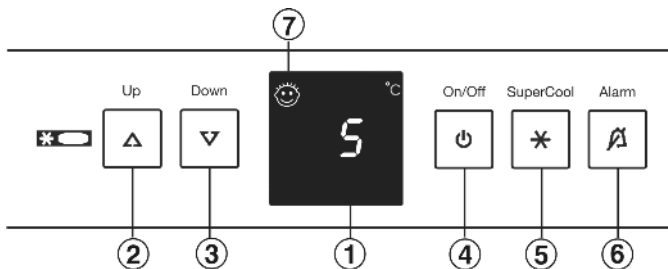

Fig. 2
- ▶ Taste On/Off Fig. 2 (4) drücken.
- ▶ Einstellmodus aktivieren: Taste SuperCool Fig. 2 (5) ca. 5 s drücken.
- ▶ Mit Einstelltaste Up Fig. 2 (2) oder Einstelltaste Down Fig. 2 (3) h wählen.
- ▶ Bestätigen: Taste SuperCool Fig. 2 (5) kurz drücken.
- ▶ Anzeige heller einstellen: Einstelltaste Up Fig. 2 (2) drücken.
- ▶ Anzeige dunkler einstellen: Einstelltaste Down Fig. 2 (3) drücken.
- ▶ Bestätigen: Taste SuperCool Fig. 2 (5) drücken.
- ▶ Einstellmodus deaktivieren: Taste On/Off Fig. 2 (4) drücken.